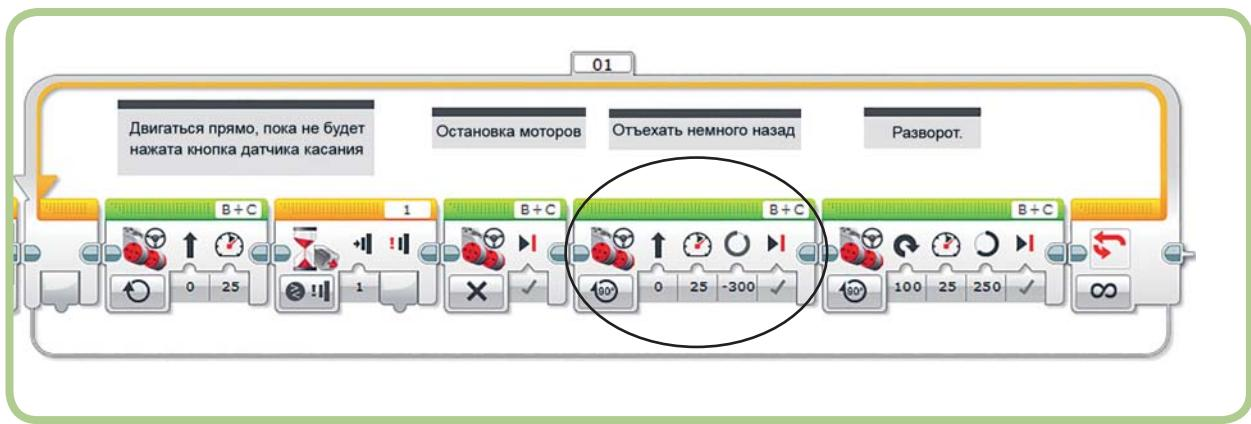

Рис. 5.49. Блок **Рулевое управление** (Move Steering), заставляющий робота откатываться назад
В исходной версии программы *BumperBot* блок **Рулевое управление** (Move Steering) с параметром **Продолжительность** (Duration), установленным на значение –300°, заставлял робота TriBot откатываться назад при столкновении с препятствием (рис. 5.49). Что если сделать так, чтобы при откате назад робот издавал звуковой сигнал, как это делает школьный автобус или крупный грузовик?
Далее мы заменим блок **Рулевое управление** (Move Steering) (обведенный на рис. 5.49) блоками, которые сбросят показание датчика вращения мотора, заставят робота TriBot начать движение, а затем будут издавать звуковой сигнал, пока значение датчика вращения не станет меньше –300°.
- Добавь блок **Вращение мотора** (Motor Rotation) слева от блока **Рулевое управление** (Move Steering), обведенного на рис. 5.49.
- Измени режим блока **Рулевое управление** (Move Steering), обведенного на рис. 5.49, на **Включить** (On) и задай значение **-15** для параметра **Мощность** (Power). В результате робот будет медленно откатываться назад до тех пор, пока ты не остановишь.